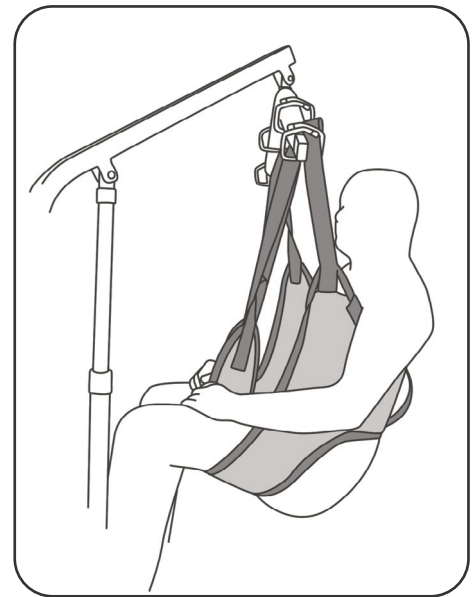

Abb. 8.3.03 - Anheben des Patienten
10. Heben Sie den Patienten mit dem aks-Patientenlifter an (Abb. 8.3.03). Beobachten Sie dabei den Patienten und die Straffung des Liftergurtes. Korrigieren Sie gegebenenfalls den Sitz des Liftergurtes durch erneutes Ablassen des Patienten und Verschieben der ungünstig sitzenden Teile des Liftergurtes. Beobachten Sie während des gesamten Hebevorganges ständig den Patienten und den Sitz des Liftergurtes. Heben Sie den Patienten nur so hoch wie nötig.